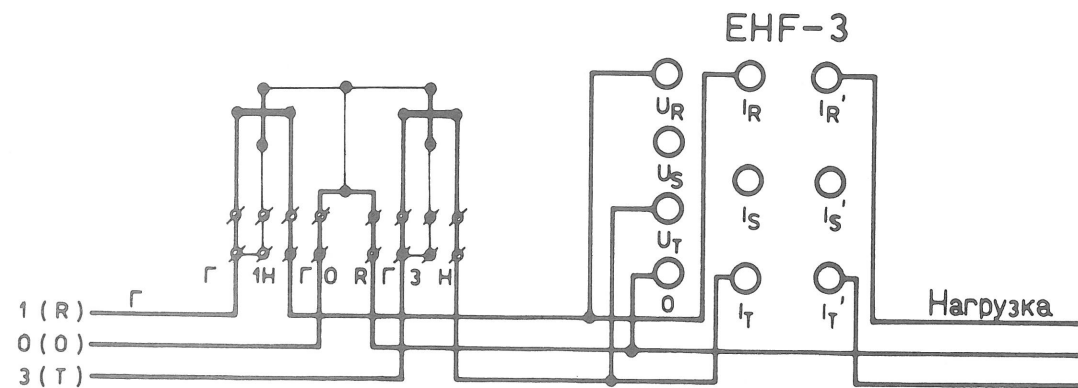

Рис. 9. Схема включения прибора ЕНФ-3 при проверке двухфазного трёхпроводного двухэлементного счетчика активной энергии
- Рис. 9. Схема включения прибора ЕНФ—3 при проверке двухфазного, трёхпроводного двухэлементного счетчика активной энергии